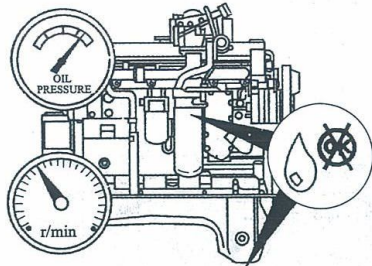

图 1-373 运转发动机检查是否泄漏
- 4) 运转发动机, 检查是否泄漏, 见图 1-373。在发动机起动后 15s 内, 机油压力必须在机油压力表上显示。如果在 15s 内没有机油压力显示, 必须关闭发动机, 检查油底壳内的油位是否正确。